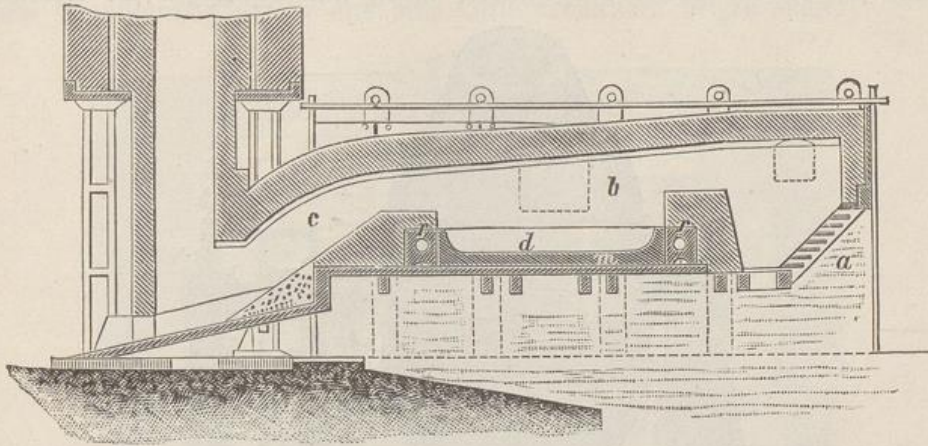

Fig. 39. Puddelofen.
**Puddeln.** Um zum Entkohlen des Eisens auch Steinkohlen verwenden zu dürfen, deren Asche das Eisen verderben würde, erfand der Engländer Hart 1786 den Puddelofen (Fig. 39), in welchem der Herd a von dem Entkohlungsraume d getrennt ist und das Entkohlen durch die Flamme der Steinkohle bewirkt wird. Damit die Flamme möglichst viele Teile des Eisens entkohlt, wird letzteres fleißig umgerührt („gepuddelt“). Jetzt konnte man auch größere Mengen von Schmiedeeisen in kürzerer Zeit gewinnen.